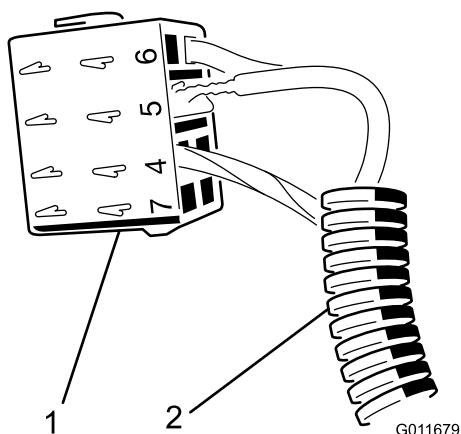

Figura 15
4. Inserite il filo di connessione marrone/bianco nell'attacco femmina del connettore del cablaggio marcato "4", e il filo grigio nell'attacco marcato "5" (Figura 15). Disponete il cablaggio di connessione lungo il cablaggio preassemblato già presente.